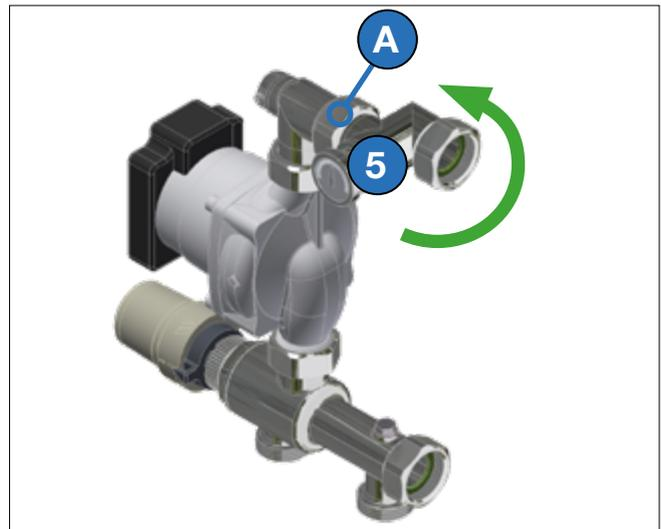

Fig. 8-1
L'unità di controllo potrà essere installata sia alla destra che alla sinistra del collettore girando e capovolgendo il raccordo a vite eccentrico (5, Fig. 8-1).
1. Allentare il dado (A, Fig. 8-1)